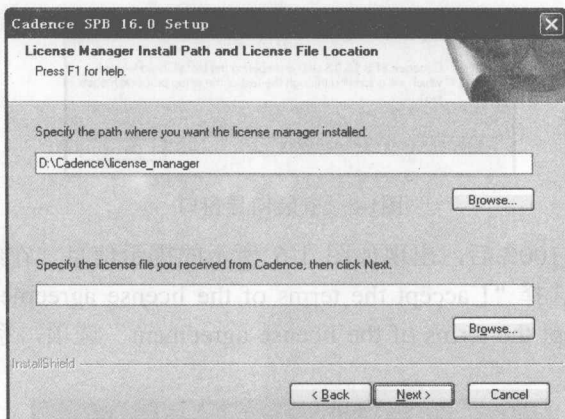

图1-8 授权管理器和授权文件位置对话框
(4) 单击 **Set Up Licensing** 按钮, 则在屏幕上显示授权管理器和授权文件位置对话框, 如图 1-8 所示。